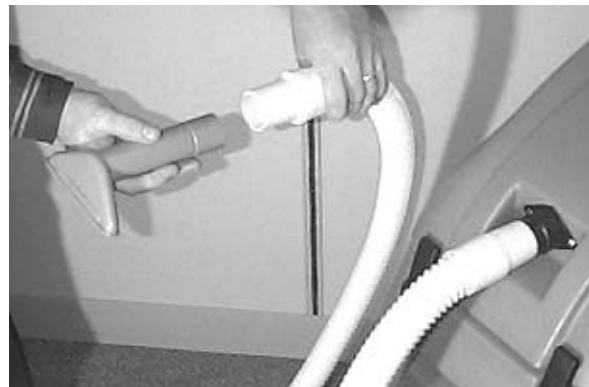

FIG. 12
- Sélectionnez l'accessoire souhaité et raccordez-le sur le tuyau d'aspiration (Figure 12).